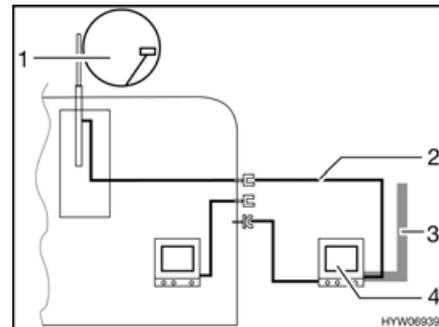

Fig. 150 TV en el área bajo el toldo
- TV en el área bajo el toldo (Fig. 150,4): Conexión a la antena del techo (Fig. 150,1) con el cable de conexión (Fig. 150,2)
- TV en el área bajo el toldo (Fig. 150,4): Conexión a antena externa (Fig. 150,3)